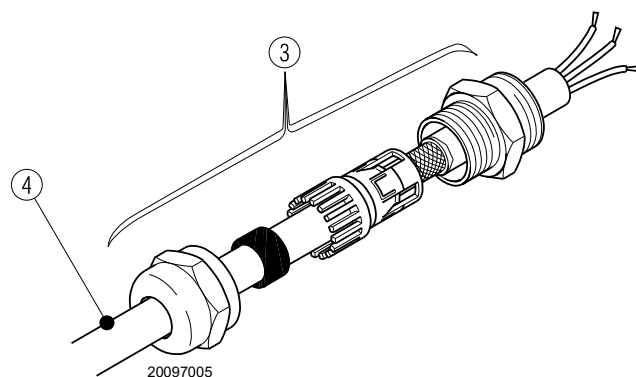

Fig. 32
- Blinder le câble 4) à partir du VSD (inverter), comme indiqué dans la Fig. 32, en utilisant l'accouplement 3).